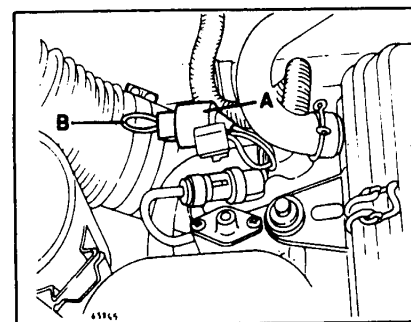

Рис. 12 Мостик на контрольном разъеме
- Установите на его место подходящий шланг и поместите его в мерную емкость. Закоротите контрольный разъем (рис. 12, В).